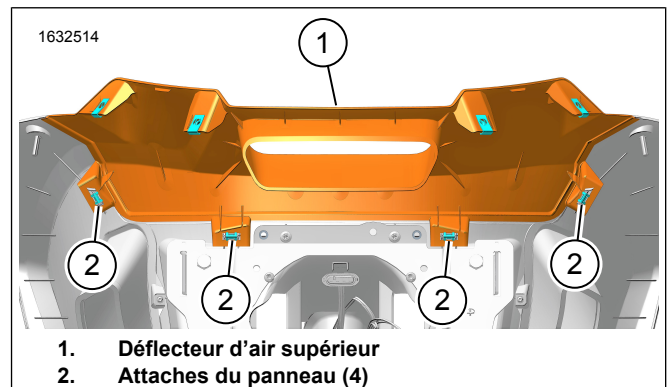

Figure 3. Vue avant du déflecteur d'air supérieur
1. Voir la figure 3. Retirer et éliminer le déflecteur d'air supérieur Équipement d'origine (Équipement d'origine) (1).
- a. Relâcher deux attaches du panneau extérieur (2).
- b. Tirer le déflecteur d'air (1) vers l'arrière pour libérer les attaches intérieures.
2. Inspecter les attaches du panneau Équipement d'origine (2).